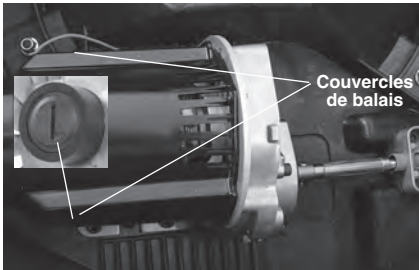

Figure 21 – Inspection et remplacement des balais moteur
2. Servez-vous d'un tournevis pour retirer les couvercles de balais (Figure 21), puis retirez les balais. S'ils sont endommagés ou usés au-delà de 1/2" (13 mm) d'épaisseur, remplacez-les.